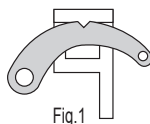

Fig.1
1. Alle veiligheidsvoorzorgsmaatregelen in acht nemen. De basis van de krik onder de last plaatsen. De omkeerhendel in de hoge stand zetten («UP») en controleren of hij in deze stand geblokkeerd is, de uitsnijding van haak moet naar behoren aangebracht zijn in de insnijding op de omkeerknop (zie figuur: 1). De vork naar boven laten gaan totdat hij in contact komt met de last op het gewenste hef punt. Dan controleren of niets de omhooggaande beweging verder in de weg staat.